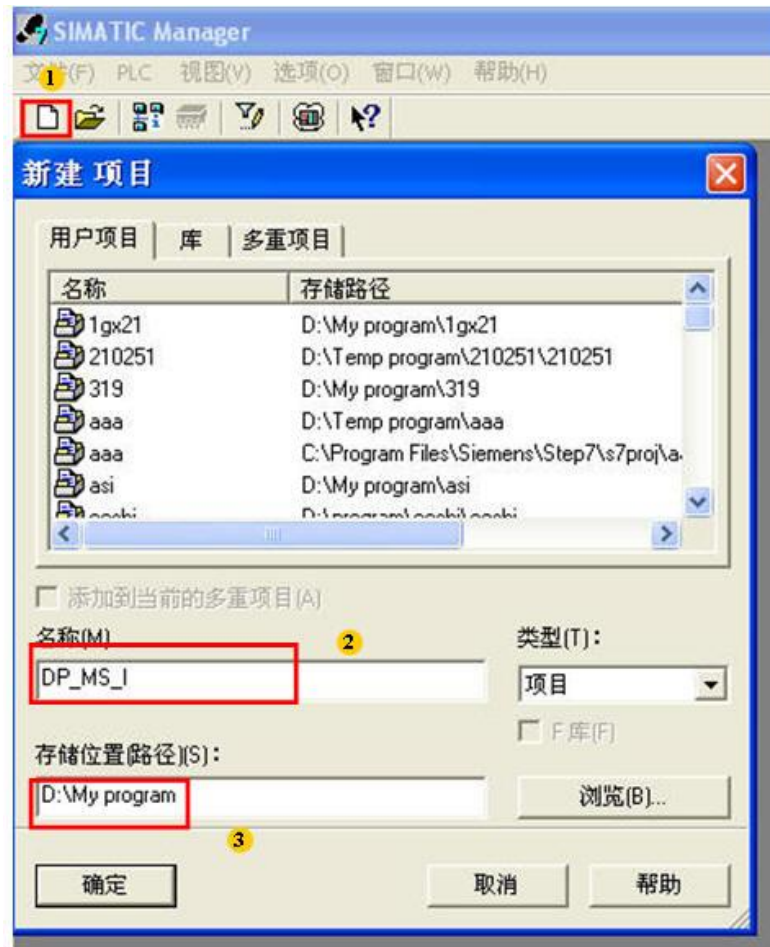

图 2-1 创建项目
- 1) 点击“新建项目”输入项目名称，设置项目文件存储路径；点击”确定“，完成项目创建，如图 2-1